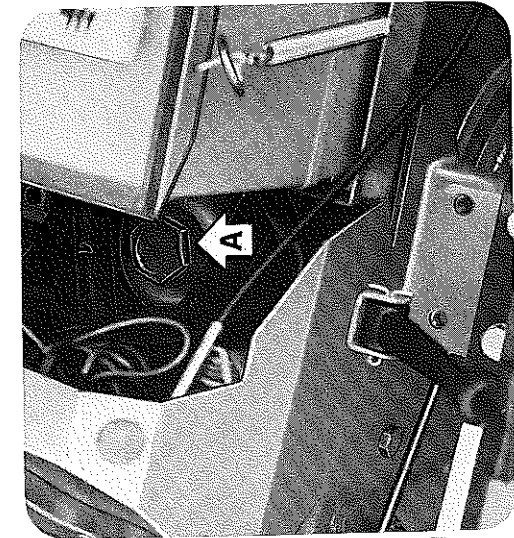

Fig. 22
- Bouchon de remplissage d'huile A fig. 22.
- Oil filling plug A - Fig. 22.
- Ölstandschräube A Abb. 22.